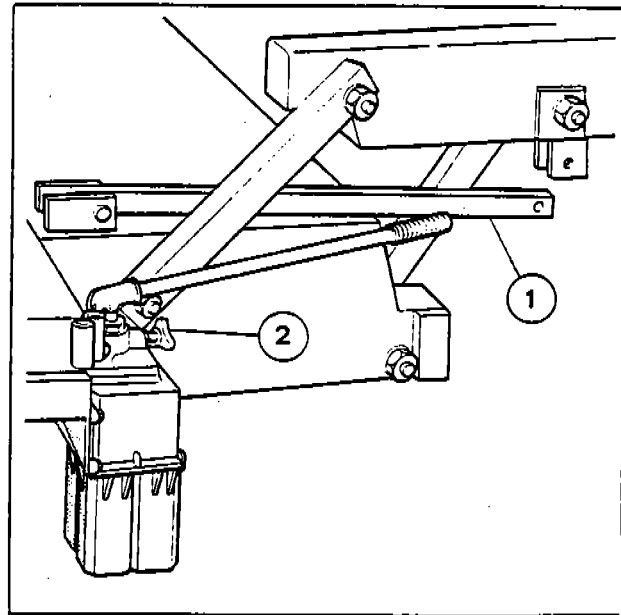

Fig. 10
f) Togliere i tiranti di fermo (1-Fig. 10) piano anteriore rialzato per attacco motrice/trattore.
g) Portare il piano rialzato a livello con il piano del carro, azionando la manopola (2-Fig. 10) della pompa manuale.